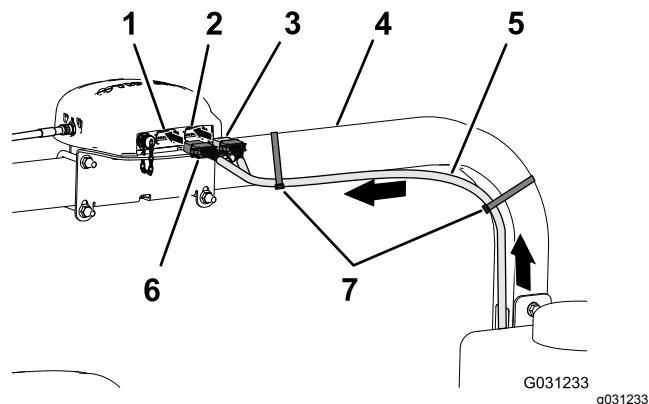

図 166
2. データ用ハーネスの 390cm の枝線を、ROPS 右側に沿って配設し、12 ソケットコネクタ 灰色 と 12 ソケットコネクタ 黒色 をナビゲーション受信機まで導く 図 166。
- 図 166 のように、ケーブルタイ 2 本を使って、データ用ハーネスの 390cm 枝線を右側 ROPS チューブに固定する。